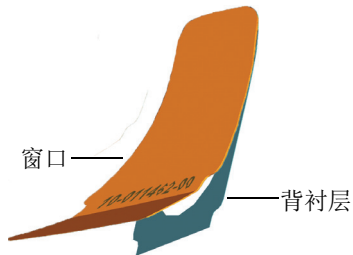

图 4-2 从背衬材料上取下窗口
1. 将窗口从其背衬材料上撕下来（参见第90页的图 4-2）。